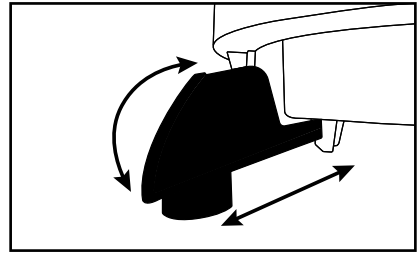

Fig. 1
- 1) Coloque el depósito de pulpa y restos **6** en el alojamiento correspondiente del recipiente para el zumo **5**. La salida del zumo **11** debe montarse en el lado opuesto. Colóquela primero insertando el gancho en el pequeño orificio del recipiente para el zumo **5**, desplácela hacia arriba y presiónela de forma que encaje en el alojamiento (consulte la fig. 1).
- Desmonte la salida del zumo **11** del recipiente para el zumo **5** para su limpieza (consulte la fig. 1).